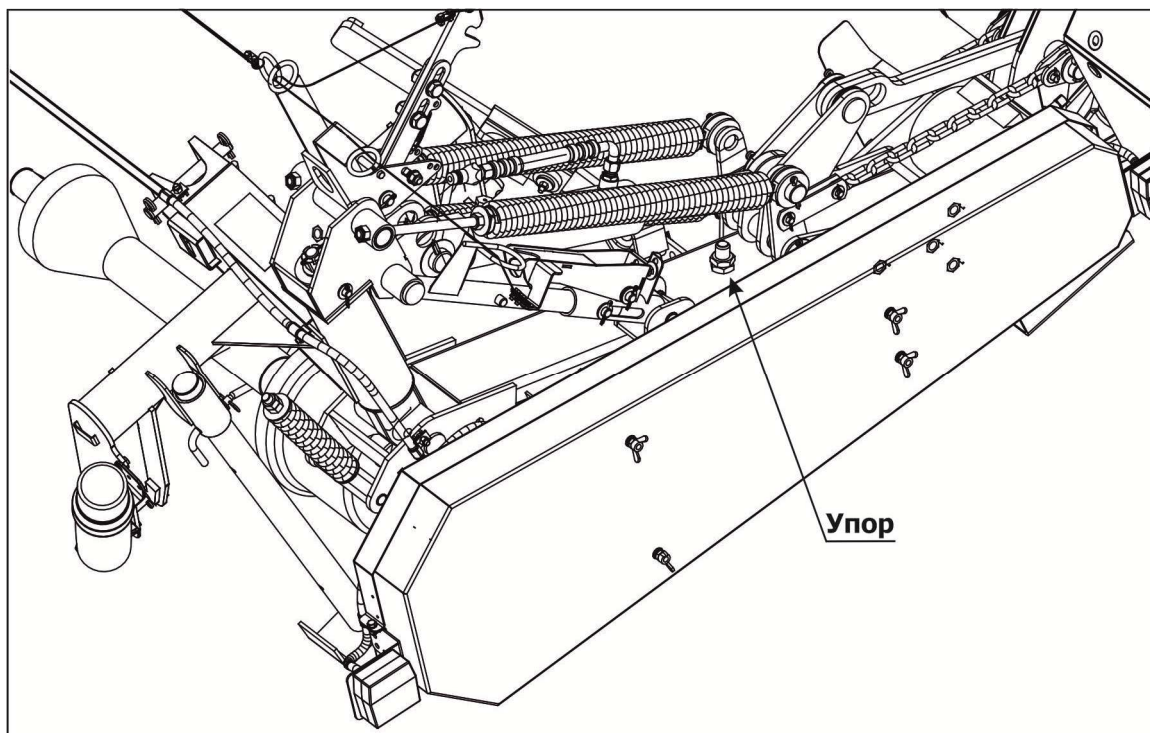

Рисунок 6.3
6.1.5 Упор (рисунок 6.3) выставлен на заводе-изготовителе и дальнейшей регулировки не требует.